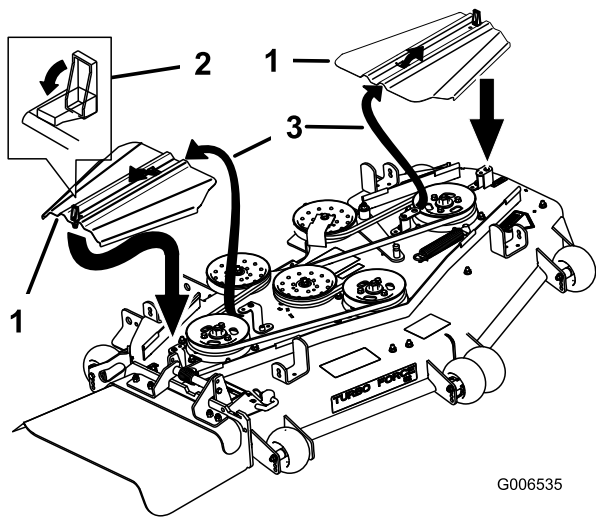

Figure 84
12. Posez les couvercles en les insérant dans la languette, vissez les boulons en place et fermez les fixations (Figure 84).